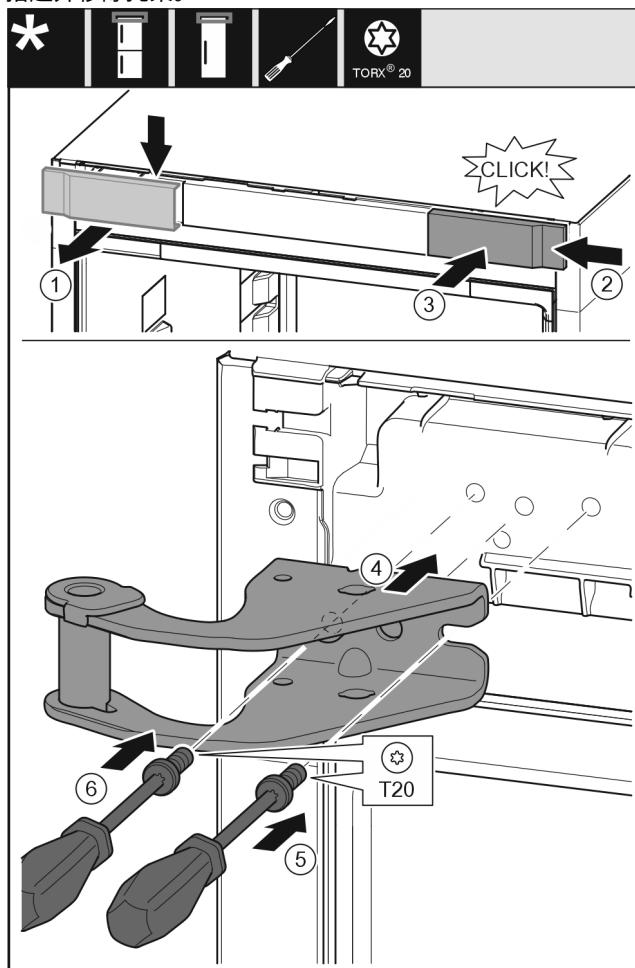

Fig. 11
- ▶ 从上方朝前取下盖板 Fig. 11 (1)。
- ▶ 将盖板 Fig. 11 (2)旋转 180° 至另一侧从右边挂上。
- ▶ 插入盖板 Fig. 11 (3)。
- ▶ 装上上方的托架 Fig. 11 (4)。
- ▶ 用螺丝刀放上并旋紧螺钉 Fig. 11 (5)。
- ▶ 用螺丝刀放上并旋紧螺钉 Fig. 11 (6)。